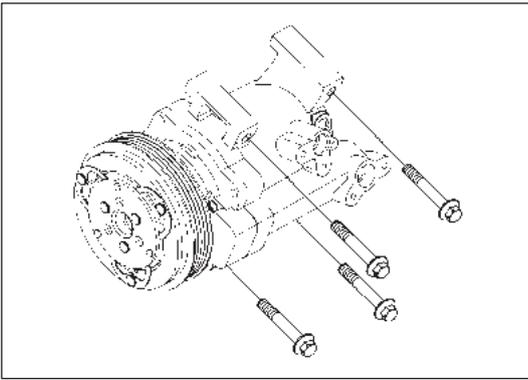
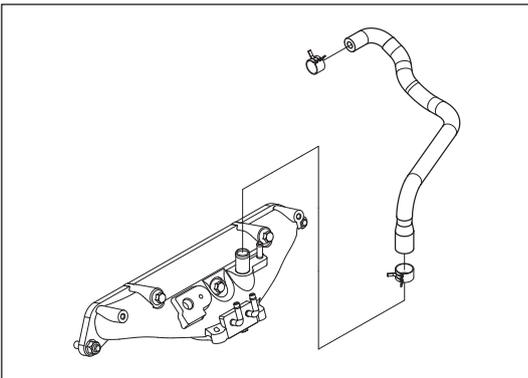

Рис. 6-4-5. Установка компрессора кондиционера
Рис. 6-4-6. Установка шланга системы принудительной вентиляции картера
- (1) Установить переднюю опору двигателя:
- » Закрепить переднюю опору двигателя на верхней части блока цилиндров с помощью двух фланцевых болтов M10×1,25×55 и двух болтов M10×1,25×50 (см. рис. 6-4-5).
- (2) Установить компрессор:
- » Закрепить компрессор на нижней части блока цилиндров с помощью четырех фланцевых болтов, как показано на рис. 6-4-5.
- (3) Установить шланг системы принудительной вентиляции картера:
- » Затяните шланг системы принудительной вентиляции картера с помощью двух стальных хомутов, как показано на рис. 6-4-6.